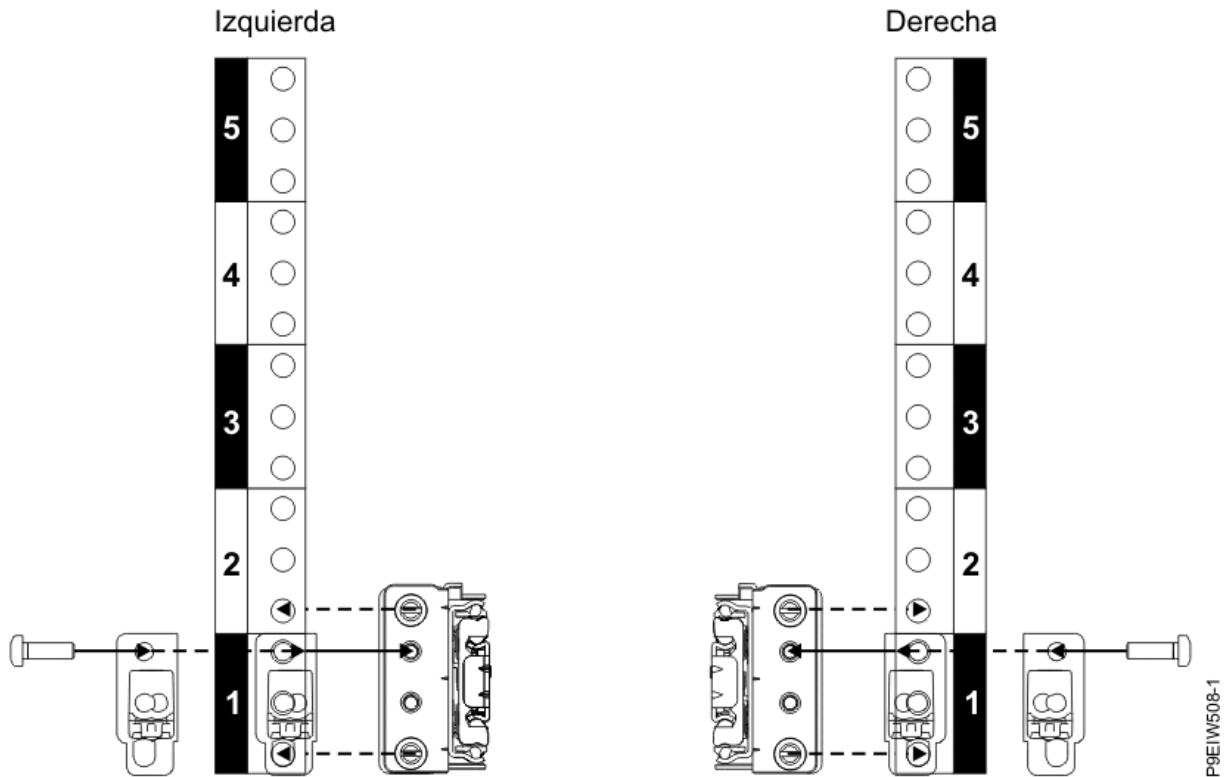

Figura 4: Fijación de los rieles deslizantes a la parte frontal del bastidor
2. En la parte frontal del bastidor, coloque el riel deslizante izquierdo (**C**) entre los estándares de montaje EIA del bastidor posterior y frontal del lado izquierdo, tal como se muestra en la Figura 4 en la página 6.
5. Coloque la abrazadera del pestillo de golpe (**B**) de forma que cubra el espacio del EIA frontal del riel deslizante tal como se muestra en la Figura 4 en la página 6.
7. Repita los pasos de “1” en la página 5 a “6” en la página 6 para el riel deslizante derecho (**D**) tal como se muestra en la Figura 4 en la página 6. El riel deslizante derecho tiene estampado un identificador R en la ubicación frontal interna.